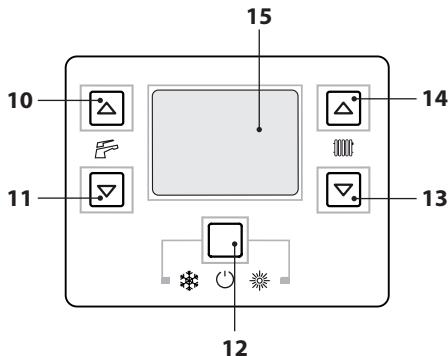
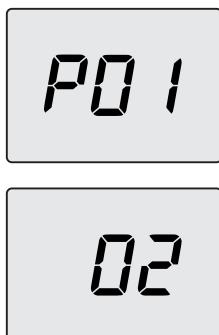

Figura 9.9
Figura 9.10
- Entre en la "modalidad de programación" pulsando simultáneamente durante 10 segundos los botones 12-13-14 (Figura 9.9) hasta que aparezcan en el display LCD las letras **P01** que se alternan con el valor del parámetro, indicando que se ha entrado en el "parámetro 01" (Figura 9.10).
- Pulse simultáneamente los botones 13 y 14 (Figura 9.9) hasta que aparezcan en el display LCD las letras **LP** que se alternan con el valor de temperatura mínima del agua sanitaria (ej.**45**), indicando que se ha entrado en la activación de la "función deshollinador" a la potencia mínima en agua sanitaria (Figura 9.11).
- Volviendo a pulsar simultáneamente durante 10 segundos los botones 12-13-14 (Figura 9.9) se sale de la "modalidad deshollinador" y se vuelve al estado anterior de la caldera (Figura 9.15).